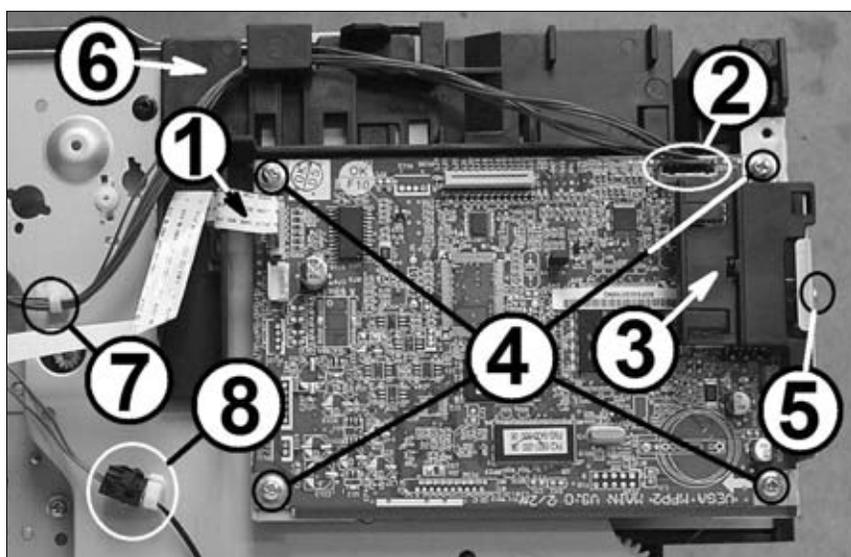

Рис. 31
2. Отключают плоский шлейф (1 на рис. 31) и разъем (2) жгута от платы формatera.
3. Освобождают фиксаторы и снимают пластмассовую накладку (3).
4. Откручивают пять винтов крепления платы — четыре винта расположены на интерфейсной плате (4) и пятый винт (5) расположен возле USB-разъема. После этого снимают интерфейсную плату с МФУ.